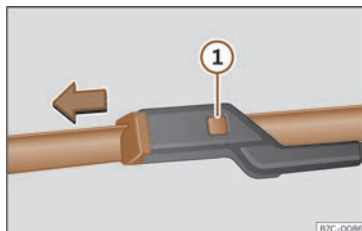

Fig. 209 Cambio de las escobillas del limpiaparabrisas.
- Mantenga presionada la tecla de desbloqueo >>> **fig. 209** ① tirando ligeramente de la escobilla en el sentido de la flecha.